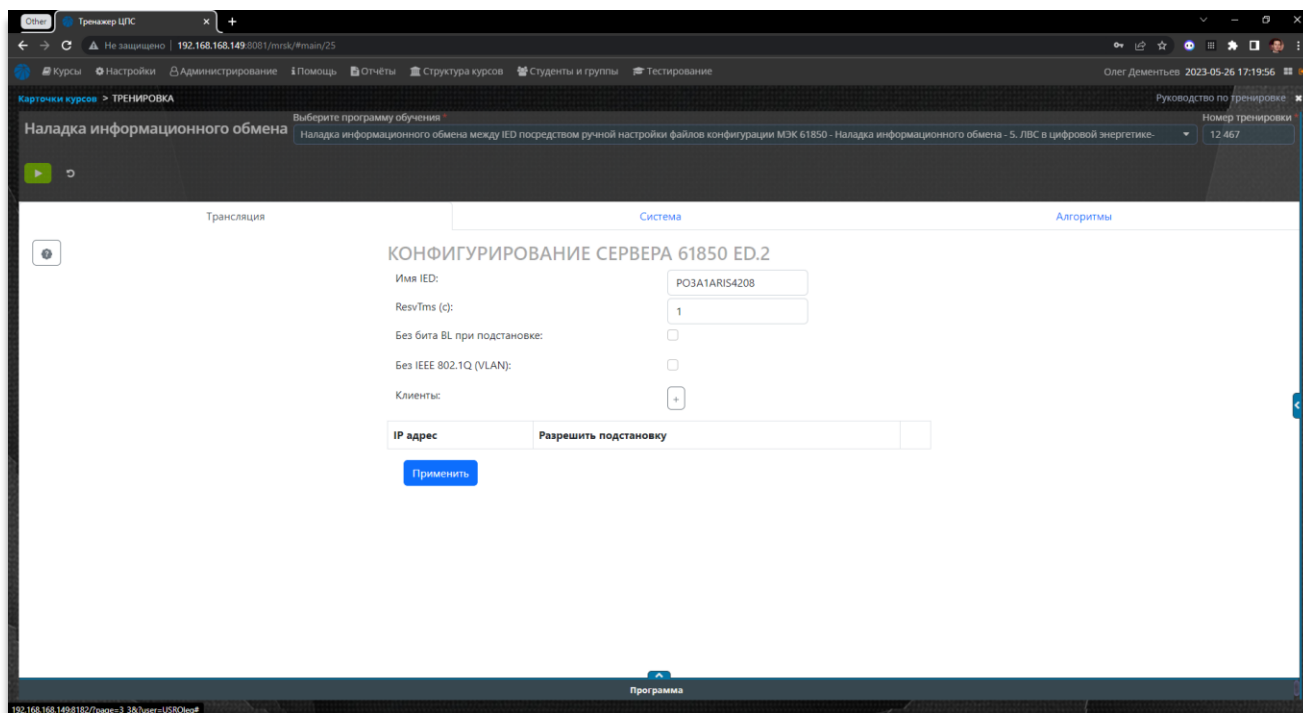

Рисунок 62 – Экранная форма 1 – «Настройка контроллера присоединения ARIS-4208»
- Рисунок 62 – Экранная форма 1 – «Настройка контроллера присоединения ARIS-4208»;